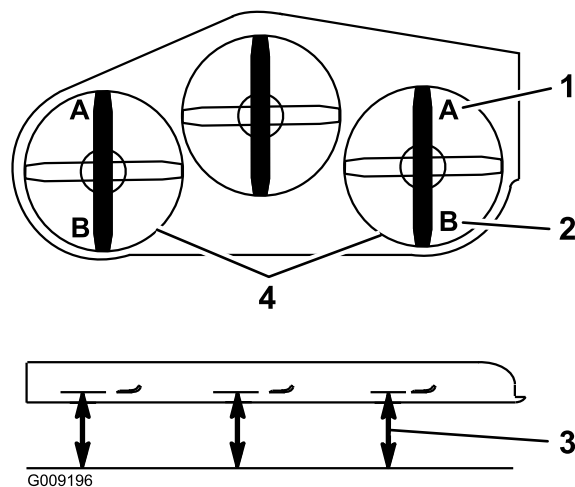

Figure 86
9. De chaque côté du tablier de coupe, mesurez la distance entre la surface plane et la pointe avant de la lame (position A). La distance obtenue doit être de 7,6 cm (3 po) (Figure 86).
15. De chaque côté du tablier de coupe, mesurez la distance entre la surface plane et la pointe arrière de la lame (position B). La distance obtenue doit être de 8,3 cm (3-1/4 po) (Figure 86).